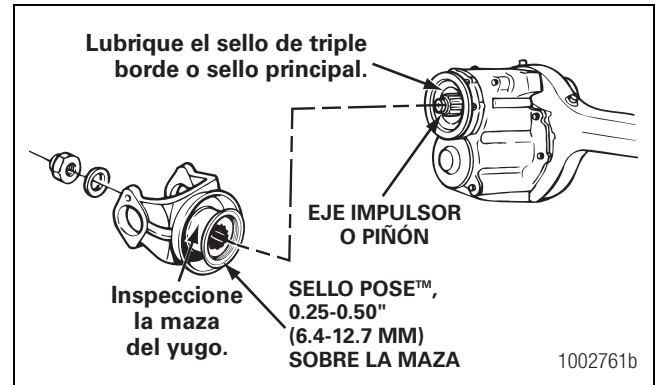

Figura 5.108
- Aplique lubricante de ejes a la maza del yugo o de la brida. Figura 5.108.